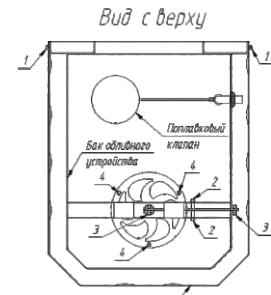

Рис. 7
- 3** снимите декоративный кожух с бака обливного устройства открутив болты 1 (см. рис. 7)
- 6** отсоедините рычаг слива от сливного механизма раскрутив гайки 2 и 3 (см. рис. 7)
- 7** извлеките сливной механизм из бака обливного устройства раскрутив гайки 4 (см. рис. 7)